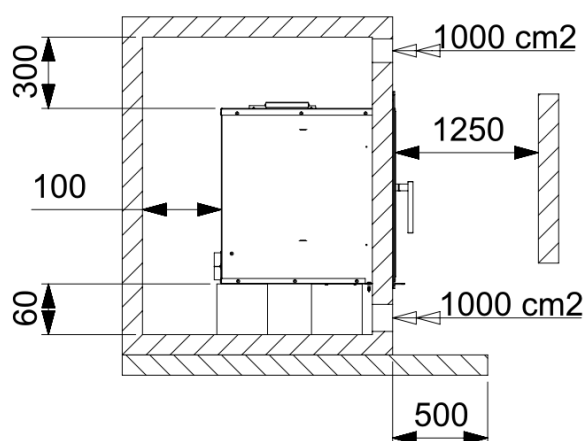

Fig. 6
- Cuando se coloque el compacto, tener en cuenta las distancias de seguridad necesarias, tanto del aparato como de la chimenea, de las superficies combustibles (paredes de madera o empapeladas, suelo de madera, etc.). Estas mismas distancias deberán ser respetadas cuando el recubrimiento de las paredes o zonas próximas sea susceptible de deterioro o deformación por efecto de temperatura (barnices, pinturas, P.V.C. etc.). **Fig. 6**